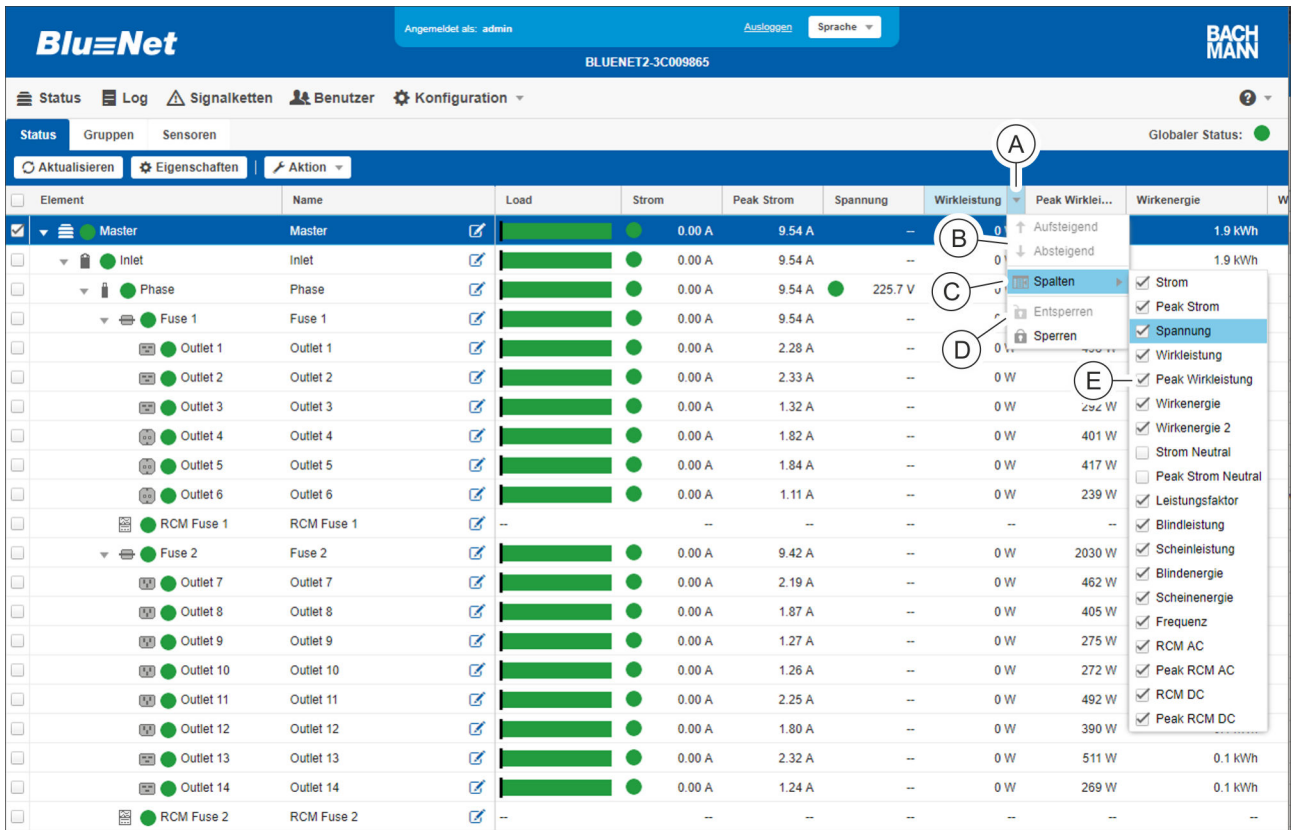

Abb. 94: Gruppierung einzelner Messwerte verändern
**1.** ➔ Mauszeiger in die Titelzeile der Messwerte bewegen (Abb. 94/Ⓐ).
**2.** ➔ Über den Menüpunkt „*Entsperren*“ (Abb. 94/Ⓒ) die Verriegelung der Spalte lösen.
**4.** ➔ Über den Menüpunkt „*Aufsteigend*“ bzw. „*Absteigend*“ (Abb. 94/Ⓓ) die Sortierung der Parameter verändern.
6. Über den Menüpunkt „Spalten“ (Abb. 94/©) durch Klick auf die Checkbox gewünschte Parameter ein- oder ausblenden (Abb. 94/Ⓢ).
7. Über den Menüpunkt „Sperrern“ (Abb. 94/Ⓢ) die Spalte wieder verriegeln.